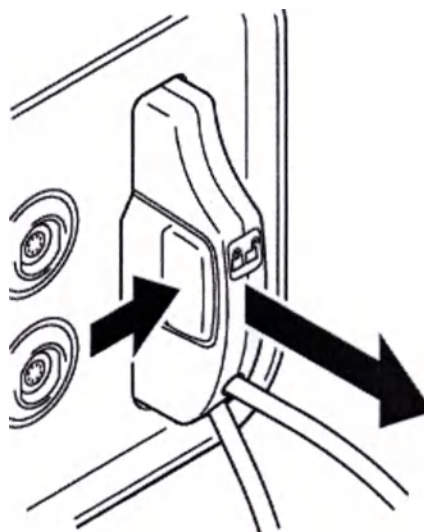

Рисунок 9 – Извлечение ирригационной
- 2.2. Снимите ирригационную кассету (Рисунок 9).